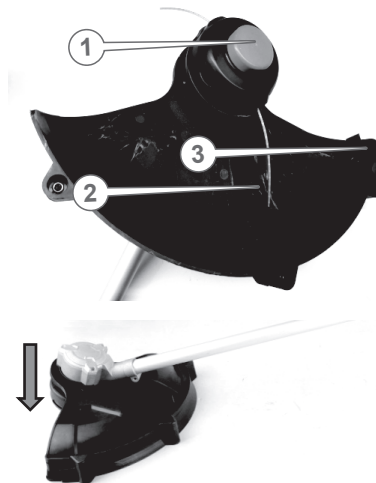

Рисунок 26. Схема перевірки механізму подачі жилки.
2. Перевірити подачу жилки (2, рис. 26), для чого – притиснути різальну головку (1, рис. 26) до землі під час роботи інструменту. Після подачі зайва жилка має бути автоматично обрізана нерухомим ножем (3, рис. 26) захисного кожуха до потрібної довжини.